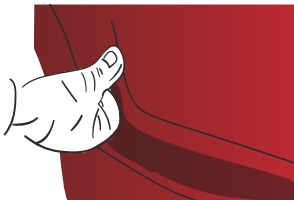

Figure 13
- › Chauffer entre 30-40 °C et descendre votre pouce dans la partie creuse de façon à plaquer l'adhésif. (FIG. 13)